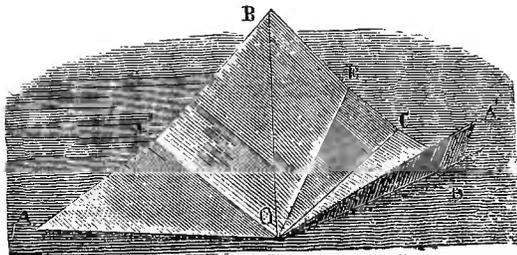

FIG. 20. — FILTRE.
9. Filtre. — Pour filtrer les liquides on se sert de filtres en papier; on les prépare de la manière suivante (fig. 20): on découpe un carré dans une feuille de papier à filtrer, on le plie suivant une diagonale AA'; le triangle ainsi formé
est partagé ensuite en deux parties égales par un pli BO, puis les deux nouveaux triangles BOA et BOD sont partagés également par deux autres plis C'O et CO disposés en sens inverse du pli BO. Chacun des nouveaux petits triangles obtenus AOC', OC'B, BOC, etc., est partagé en trois parties égales par des plis disposés alternativement dans un sens et dans l'autre. On obtient ainsi le filtre indiqué par la fig. 20 bis. On le déplie et on partage en deux parties égales, par un pli longitudinal, les deux secteurs extrêmes dont les plis sont dirigés dans le même sens ; on découpe les bords en les arrondissant et on déploie le filtre en forme de cône¹
FIG. 20 bis. — FILTRE.